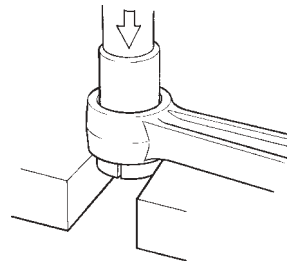

Fig. 47 Dépose de la bague de pied de bielle
1. A la presse, enlever la bague comme le montre la figure 47.